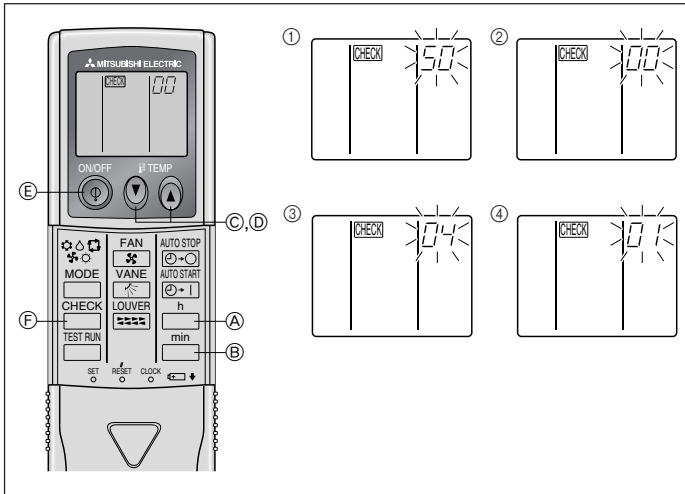

Fig. 6-9
⑨ MODE düğmesine E basın; mod ve ayar numaraları (I) ve (II) sürekli yanık hale gelirler ve ayarın içeriği teyit edilebilir.
⑩ FILTER A ve TEST RUN B (çalışma testi) düğmelerine en az iki saniye süreyle birlikte basın. İşlev seçme ekranı bir an için kaybolur ve klima OFF (kapalı) ekranı görünür.
2) Kablosuz uzaktan kumanda için (Fig. 6-9)